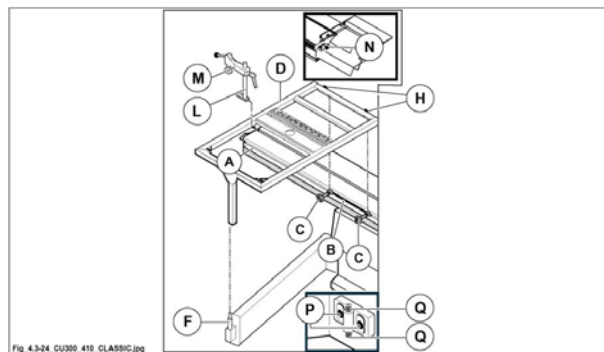

Fig. 4.3-24
la vite (F fig. 4.3-24) deve alloggiare perfettamente nell'apposito foro presente sotto al telaio (D fig. 4.3-24).
- 3) Livellare il piano (D fig. 4.3-24), se necessario, agendo sul perno (F fig. 4.3-24).
- 4) Serrare i pomelli (C fig. 4.3-24).
- 5) Inserire la colonnetta (L fig. 4.3-24) con il pressore (M fig. 4.3-24) nella scanalatura del carro vagoni (A fig. 4.3-24) e ruotarla in senso orario per bloccarla.
- 6) Quando non si utilizza il vagoni (A fig. 4.3-24) bloccarlo agendo sulla leva (N fig. 4.3-24).
- allentare i pomelli (C fig. 4.3.24);
- allentare le viti (P fig. 4.3.24) e agire sui grani (Q fig. 4.3.24) per regolare la posizione in altezza.
- 1) Appoggiare la riga telescopica sul piano (A fig. 4.3-24-2) inserendo il fulcro (C fig. 4.3-24-2) nel foro (R fig. 4.3-24-2).